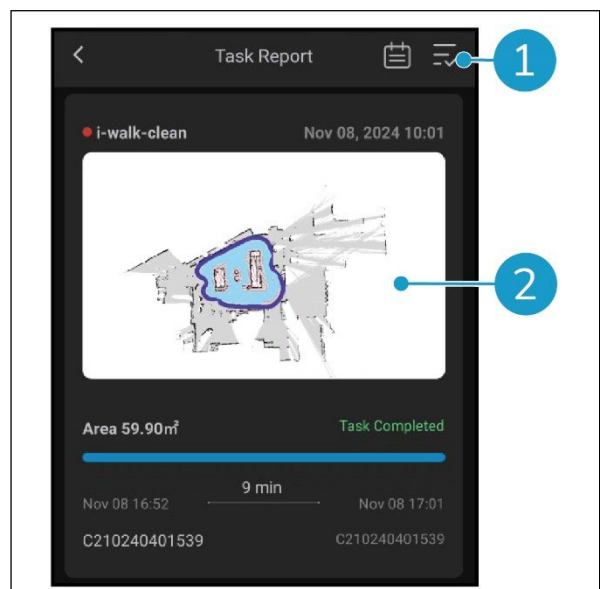

Figura 34
- Pulse el botón de la parte superior derecha (Figura 34, pos. 1) para marcar todos los informes actuales como leídos y eliminarlos de la vista.
- Pulse sobre un informe de la lista (Figura 34, pos. 2) para abrir la vista de tareas.